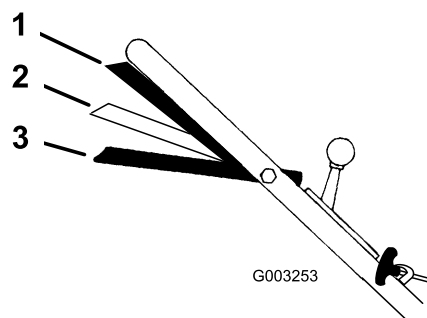

Figura 17
1. Mueva el control de velocidad sobre el terreno a la posición de Punto muerto (N).
3. Apriete la barra de control contra el manillar hasta la posición Marcha/avance (Figura 17).
Nota: No cambie de velocidad mientras aprieta la barra de control de la cuchilla contra el manillar en posición Marcha/avance; esto podría dañar la transmisión. Mueva la barra de control de la cuchilla a la posición Marcha/cambio (Figura 17) para cambiar la velocidad sobre el terreno.